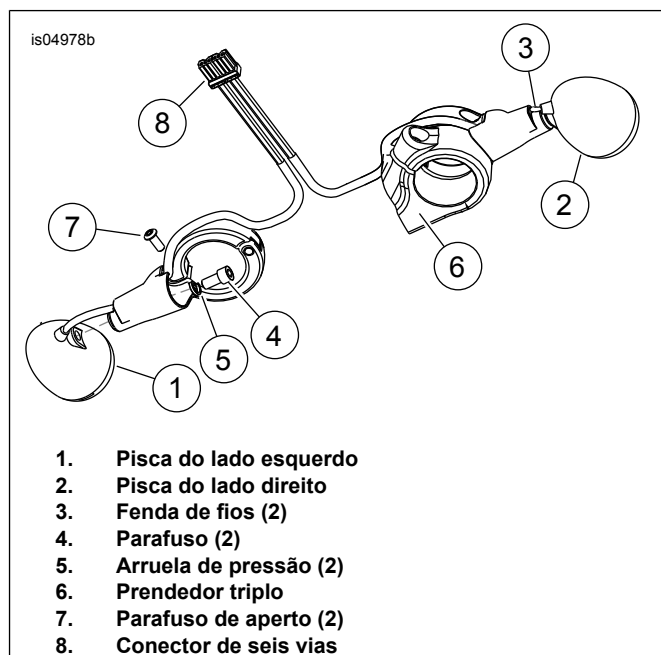

Figura 2. Instalação do suporte de montagem e chicote de fios (Vista da parte inferior).
Veja Figura 2. O chicote de fios existente na lâmpada do pisca tem uma seção transversal plana, semelhante à fenda (3) próxima da extremidade da lâmpada na haste.
1. Veja Figura 2. Cuidadosamente, introduza o segmento de fio que sai da lâmpada do pisca na haste de controle através da fenda de fios (3).
7. Veja Figura 2. Instale os terminais fêmea dos chicotes do pisca na metade do conector Multilock de 6 vias do lado da lâmpada [31B] de acordo com o manual de serviço. A menos que tenha sido notado algo diferente durante a remoção,